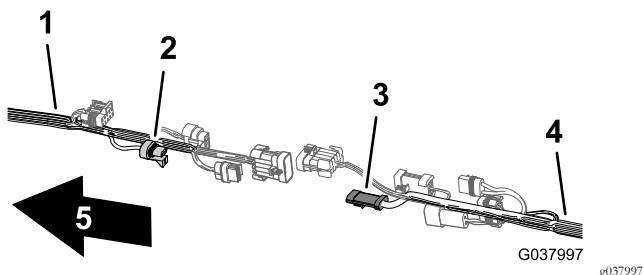

Figura 107
3. Ligue o conector de 3 tomadas da cablagem dianteira do fluxímetro no conector de 3 pinos da cablagem traseira do fluxímetro (**Figura 107**).